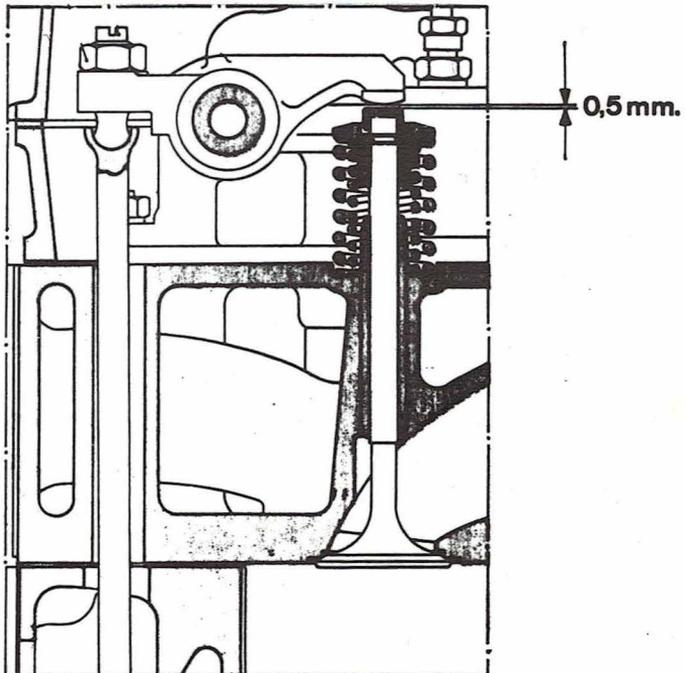

Fig. 2.2. - Ajuste de las válvulas.
- 2.6 **DISTRIBUCION** (Fig. 2.2)